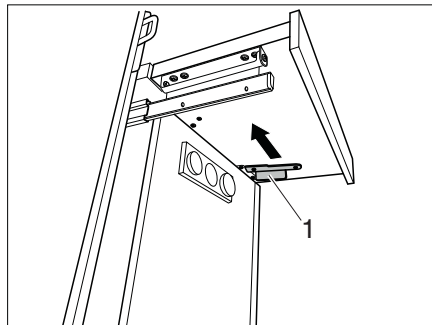

Bild 130 Säkra breddningen
- Skjut spärren (Bild 130,1) framåt. Breddningen är säkrad.
- Lossa spärren (Bild 130,1).